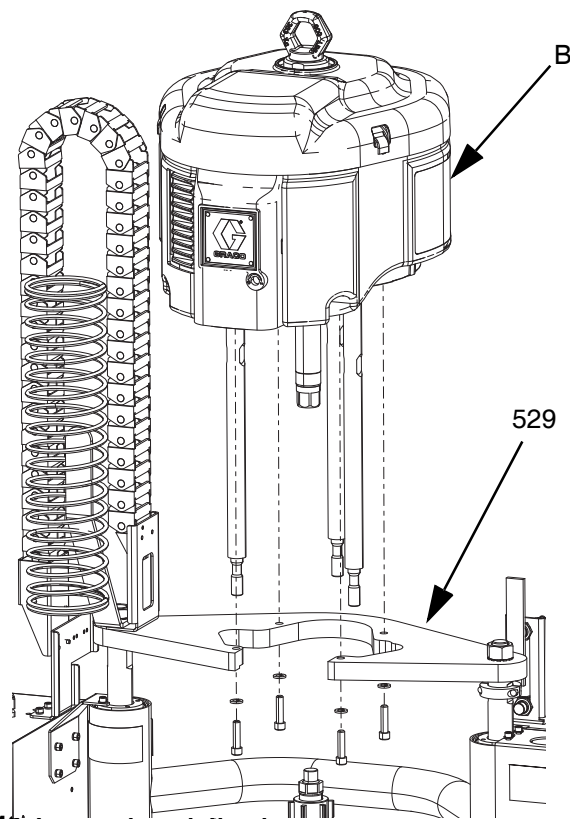

FIG. 46: Lossande av luftmotor
6. *D60 3-tums tryckmatare*: Lossa luftmotorn: Avlägsna skruvarna och brickorna som håller luftmotorn (B) i monteringsfästet. Se FIG. 46.